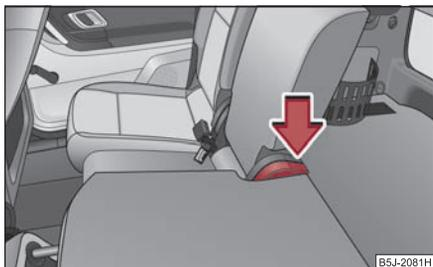

Fig. 72 Replegar el respaldo
- Presionar la palanca ⇒ fig. 72 y replegar el respaldo. Asegúrese de que el respaldo haya encastrado.